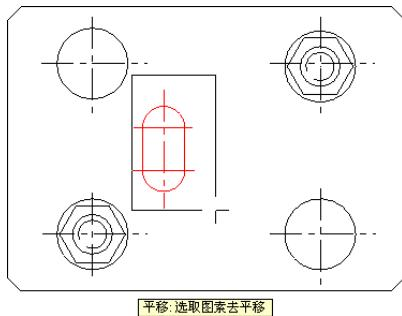

图 4-48 选取平移图素
⑩ 根据系统提示，框选如图 4-48 所示的图素作为平移对象，并按回车键，系统弹出“平移”对话框，在对话框中选中“复制”按钮。